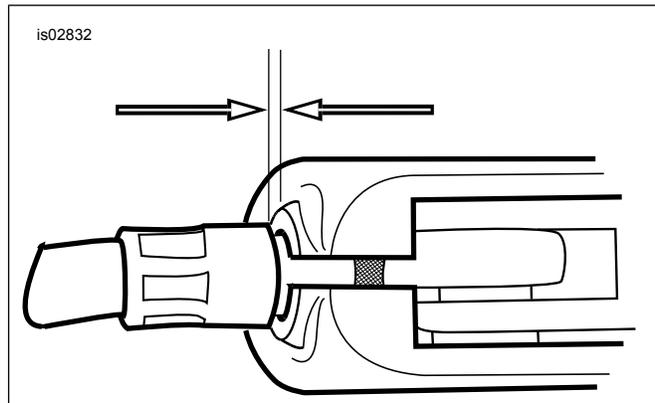

Figure 2. Jeu du câble d'embrayage : 1,6 à 3,2 mm (1/16 à 1/8 po)
- e. Voir Figure 2. Séparer le régleur de câble de l'écrou de blocage jusqu'à ce que le mou du levier de guidon soit éliminé. Séparer la virole du câble d'embrayage du support du levier d'embrayage pour vérifier le jeu. Tourner le régleur de câble afin d'obtenir un jeu de 1,6 à 3,2 mm (1/16 à 1/8 po) entre l'extrémité de la virole du câble et le support du levier d'embrayage.